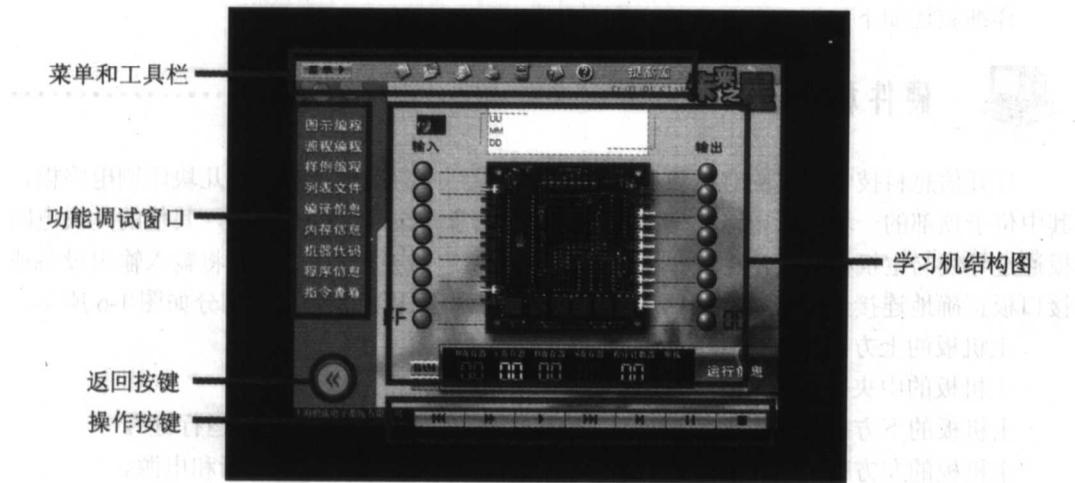

图 1-7
1. 单击“启动画面”中的“提高篇”按键，进入到“学习画面”，如图 1-7 所示。